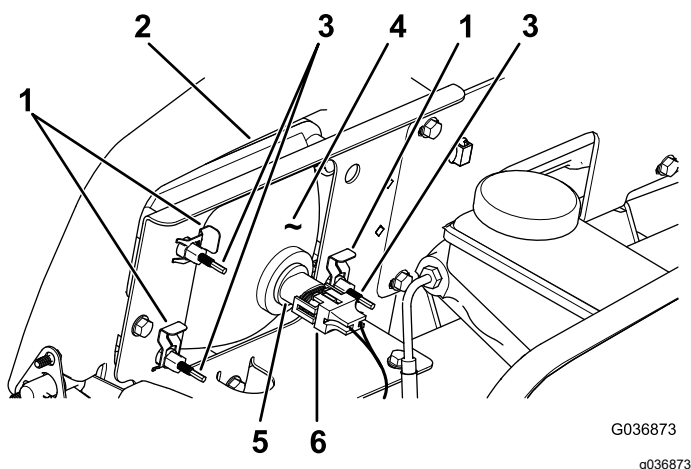

Figura 39
3. Scollegate il connettore elettrico del cablaggio dal connettore del gruppo luci (Figura 39).
2. Sul retro del gruppo faro, ruotate le viti di regolazione (Figura 39) per ruotare il gruppo faro e allineare la posizione di getto del fascio.
4. Togliete i fermagli che tengono bloccato il faro anteriore sulla relativa staffa (Figura 39).
5. Rimuovete il gruppo faro anteriore spostandolo in avanti attraverso l'apertura nel paraurti anteriore (Figura 39).
6. Montate il nuovo faro anteriore attraverso l'apertura nel paraurti (Figura 39).
8. Collegate il connettore elettrico del cablaggio al connettore del nuovo gruppo luci (Figura 39).